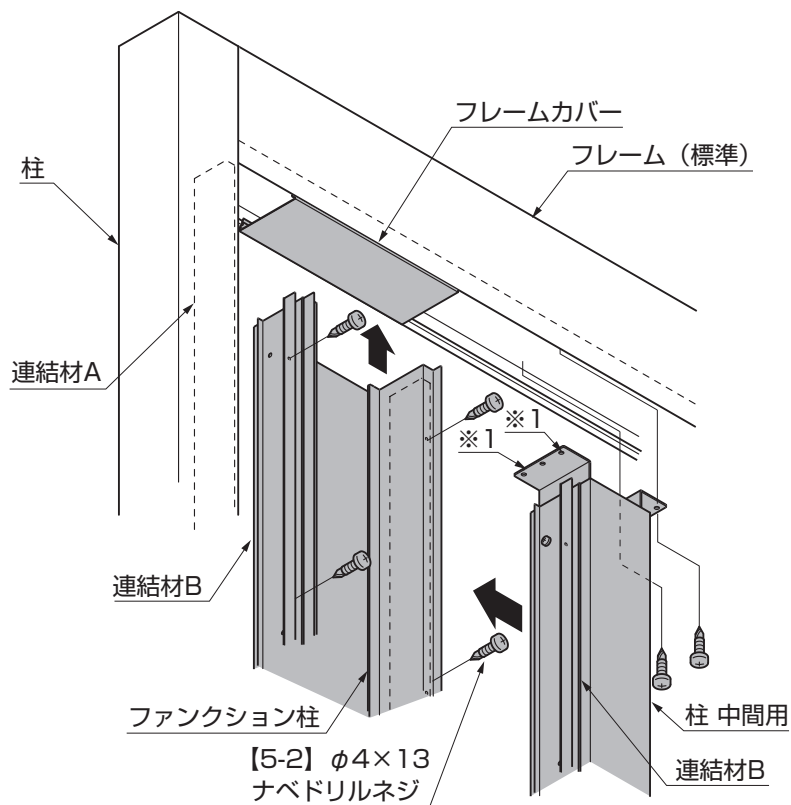

図8-18 端部柱を取付ける場合
- 端部柱が取付いている場合の柱 中間用を取付ける際は、※1の箇所にネジの取付けは行ないません。(図8-18参照)